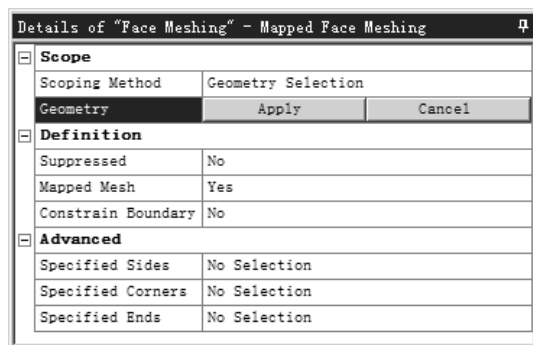

图 5.3.32 “Advanced”区域
- ◆ 当在 **Geometry** 中定义映射面后（无论是实体的还是片体的），“Details of ‘Face Meshing’ - Mapped Face Meshing”对话框中均会出现图 5.3.32 所示的区域，其中包含 **Specified Sides**、**Specified Corners** 和 **Specified Ends** 三个选项。